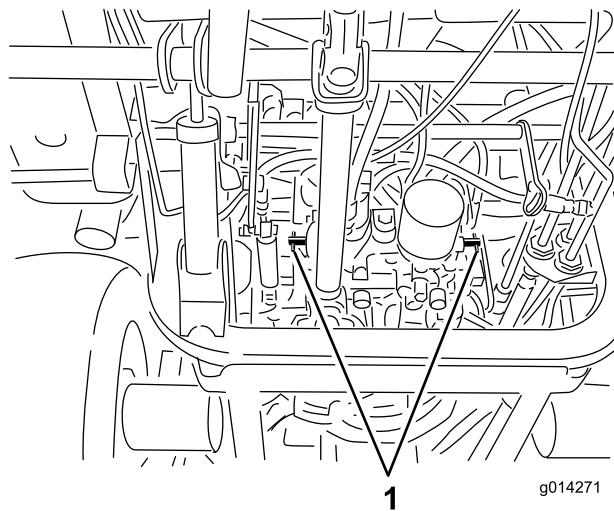

Figura 27
4. Gire las válvulas de desvío una vuelta en el sentido contrario a las agujas del reloj (Figura 27).
Gire cada válvula de desvío una vuelta en el sentido de las agujas del reloj y apriételas a mano (apriete de 8 N·m) aproximadamente (Figura 27).